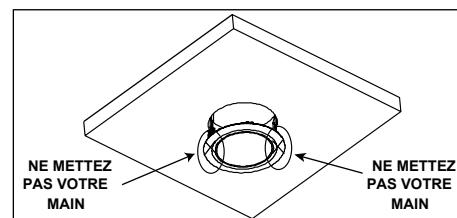

Figure 7
- NE METTEZ PAS VOTRE MAIN AU-DESSOUS DE LA PINCE À RESSORT PEN-DANT LE PROCESSUS DE DÉSINSTALLATION. L'ENCHENCLEMENT DES PINCES PEUT DES CLIPS PEUT ENTRAINER DES BLESSURES À LA MAIN. (Figure 7)